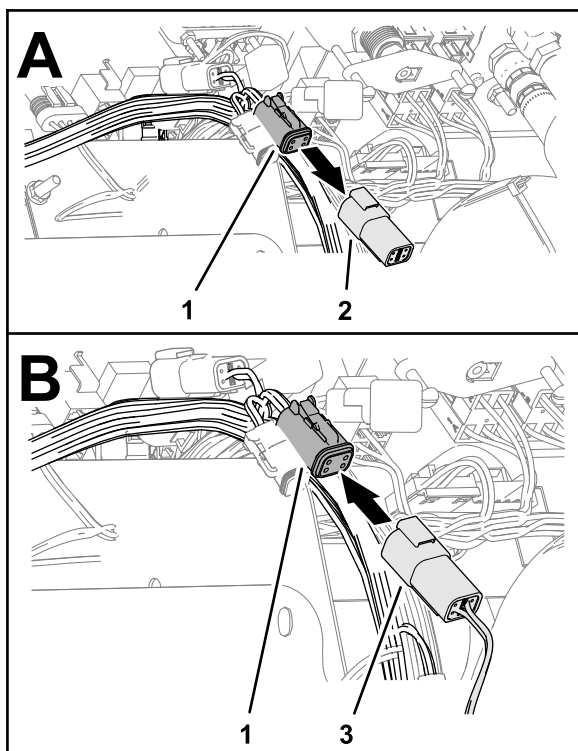

Рисунок 171
2. Выньте оконечное устройство шины ISO из 4-гнездового разъема жгута проводов GeoLink с маркировкой CAN 1 ISOBUS TERMINATOR (Оконечное устройство шины CAN 1 ISOBUS) (Рисунок 171).
3. Вставьте разъем To ISOBUS (К шине ISOBUS) жгута проводов шины ISO-CAN в разъем CAN 1 ISOBUS TERMINATOR (Оконечное устройство шины CAN 1 ISOBUS) жгута проводов GeoLink (Рисунок 171).